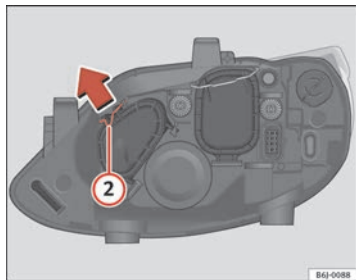

Abb. 135 Fernlicht
- Die Stange (2) in Pfeilrichtung verschieben und den Deckel abnehmen ⇒ Abb. 135.